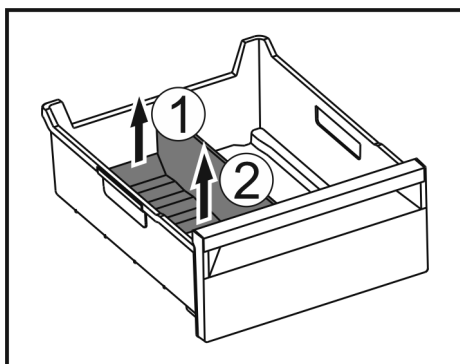

Fig. 149
- Emelje meg a jégkész-eltávolító hátsó részét. Fig. 149 (1)
- Vegye ki a jégkész-eltávolítót felfelé. Fig. 149 (2)